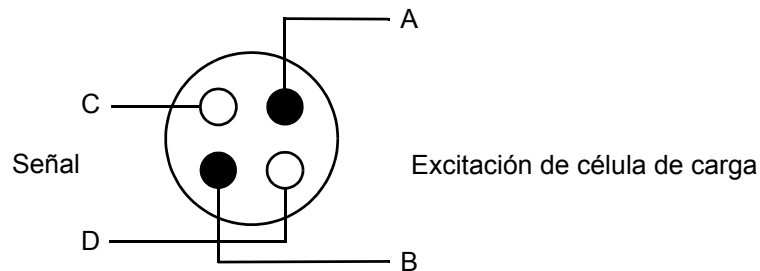

Figura 2-2. Disposición de conductores del cable de células de carga
- El cable de la célula de carga **debe ser un cable robusto de cuatro conductores**, consulte la Figura 2-2